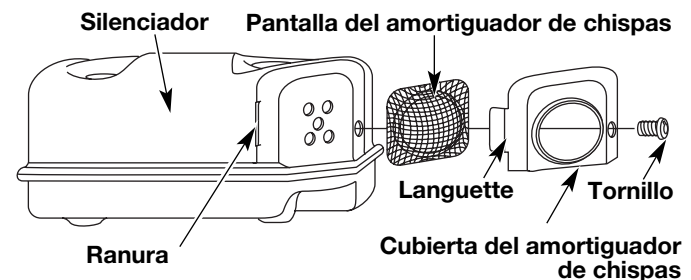

Fig. 41
2. Con un destornillador de vástago plano o broca Torx T20, saque el tornillo que conecta la cubierta del amortiguador de chispas al silenciador (Fig. 41).